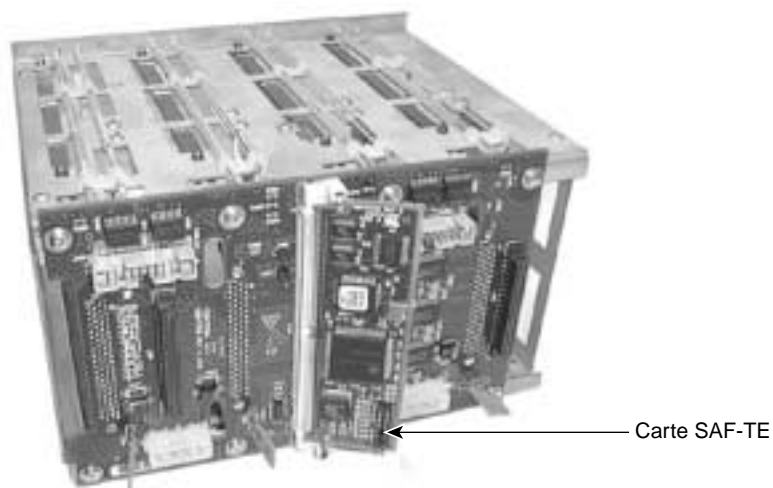

Figure 9-12 La carte SAF-TE
2. Placez la carte SAF-TE au milieu du panneau arrière du logement des unités de lecture. Reportez-vous à la Figure 9-12.